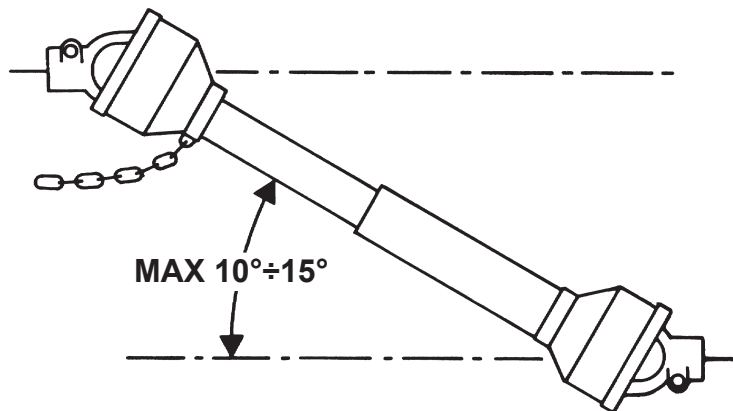

Fig. 6
- 41)** Disinserire, sempre, la presa di forza quando l'albero cardanico fa un angolo troppo aperto (mai oltre i 10 gradi - Fig. 6) e quando non viene usata.
- 41)** Always disengage the pto when the cardan shaft is set at an excessively open angle (never beyond 10 degrees - Fig. 6) and when it is not in use.